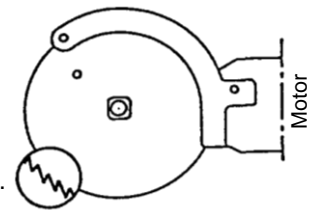

Fig. 7.3: Sentido de los dientes del disco
- 1) Ponga un disco de sierra en perfecto estado sobre el soporte cuadrado; los dientes deben apuntar hacia el motor en la parte inferior, ver fig. 7.3.
- 2) Introduzca el perno de fijación (A) en la perforación del disco de sierra (H) y gírelo junto con el disco de sierra contra la cubierta protectora (T). Ponga la llave de boca (G) sobre la tuerca de tensión hexagonal (M) y apriétela fuertemente en la dirección indicada (par de apriete: 50 Nm). No apriete violentamente la tuerca de tensión hexagonal.